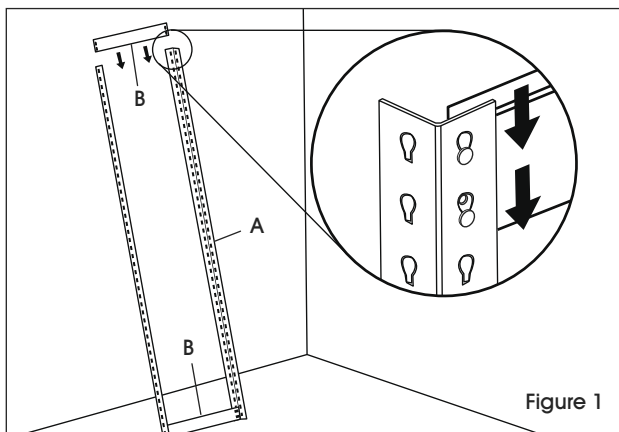

Figure 1
1. Reliez deux montants verticaux (A) en insérant un support latéral (B) au bas et au haut des montants. (Voir Figure 1)